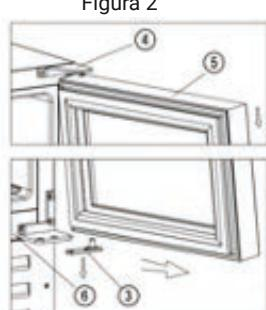

Figura 2
- Puxe a porta ③ para fora lentamente [siga a direção da seta na Figura 2] para extrair da dobradiça inferior ② e continue a puxar a porta ③ para baixo lentamente até extrair da dobradiça superior direita ④, e remova a placa da dobradiça inferior ⑤ do orifício do eixo da porta [Figura 2].